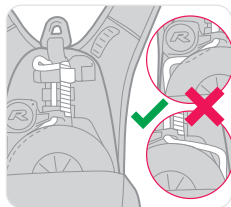

Figura 6
- Verificați linia de coborâre pentru depistarea oricărui spațiu între tambur și plasă (figura 6). Dacă linia este slabită, dispozitivul Latchways PRD se va scoate din uz și se va cere sfatul MSA sau al unui agent autorizat.